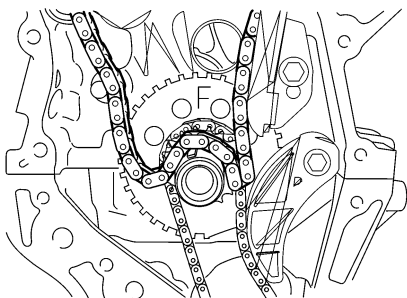

图 1-95 正时链放置在曲轴上
③ 将链条放在曲轴上，但不要使其缠绕在曲轴周围，如图 1-95 所示。